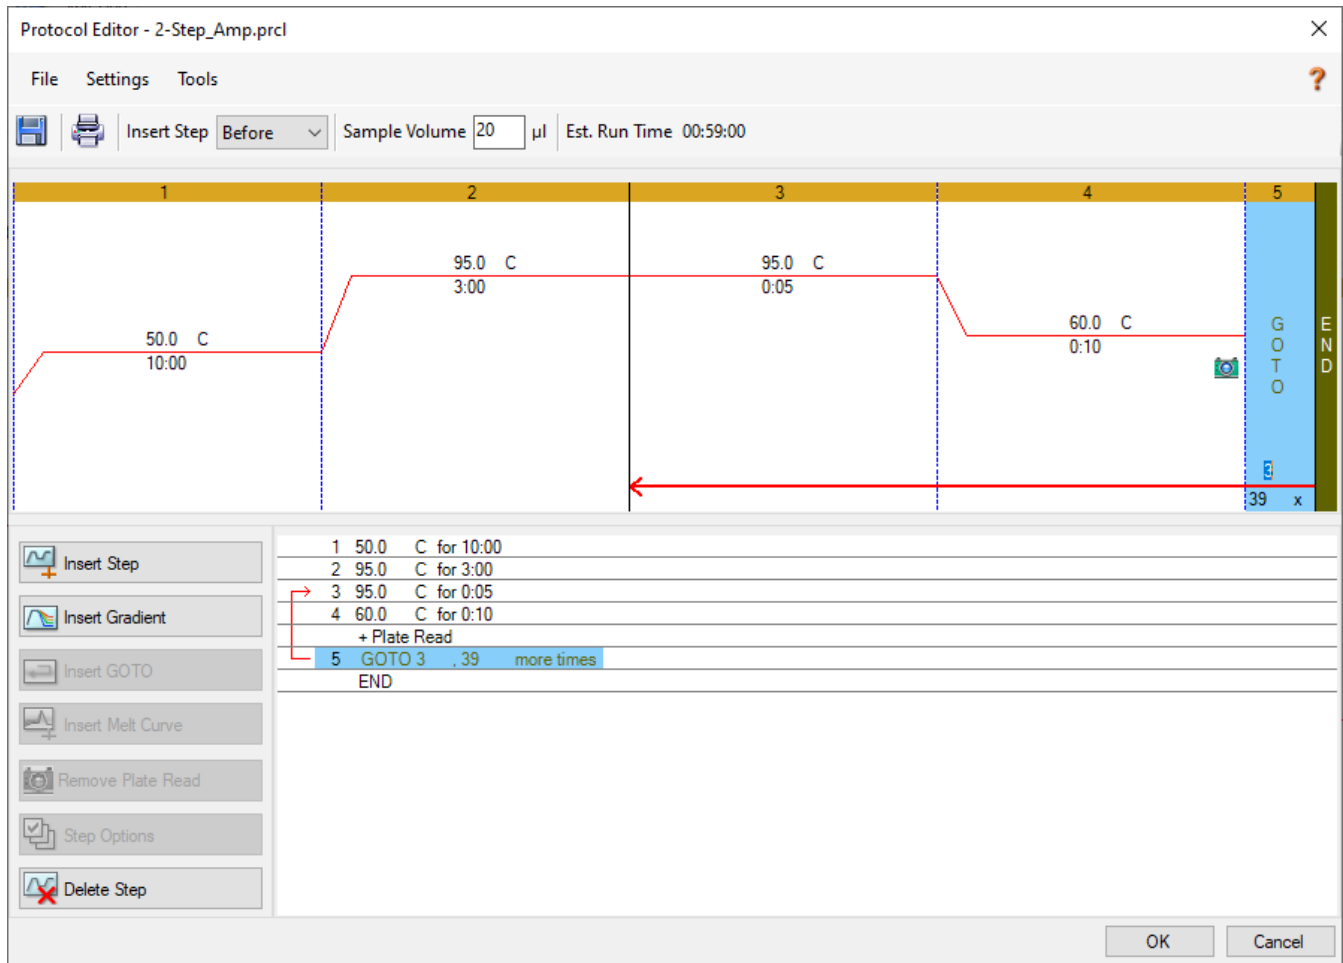

Figura 13 Profilo termico sulla finestra CFX Maestro Protocol Editor
- 7 Regolare le altre fasi del profilo termico in modo che corrispondano alla **Figura 13**. Le impostazioni sono anche riassunte nella **Tabella 11**. Assicurarsi che la fase GOTO (fase 5) sia impostata per essere ripetuta 39 volte.